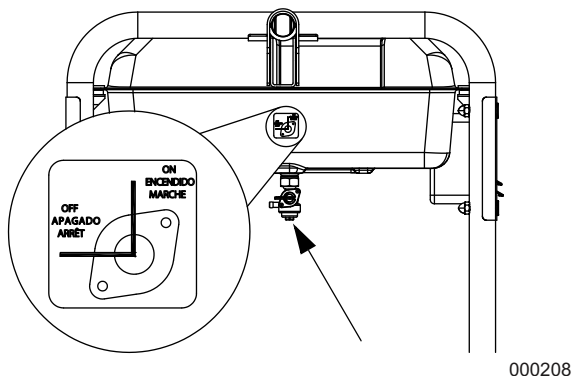

Figure 3-2. Robinet de carburant
1. Pour démarrer le moteur, tourner le robinet de carburant à la position de marche (ON) (Figure 3-2).